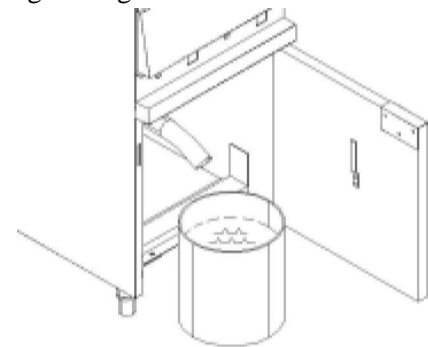

Abb. 5. Ablassen des Kessels
7. Öffnen Sie die Vordertür und montieren Sie die Abflussverlängerung am Abflusskugelventil. Positionieren Sie einen Behälter (Eimer), der dazu in der Lage ist **SEHR HEISSE** Reinigungslösung aufzunehmen unter dem Ende der Abflussverlängerung, um die Reinigungslösung, die abgelassen wird, aufzunehmen, wie in Abb. 5 dargestellt.